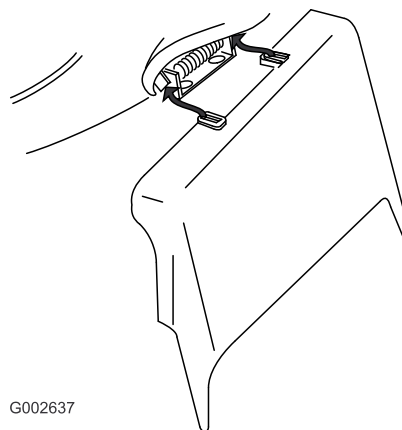

Рисунок 33
3. Установите боковой желоб для выброса и закройте дверцу на желобе (Рисунок 33).